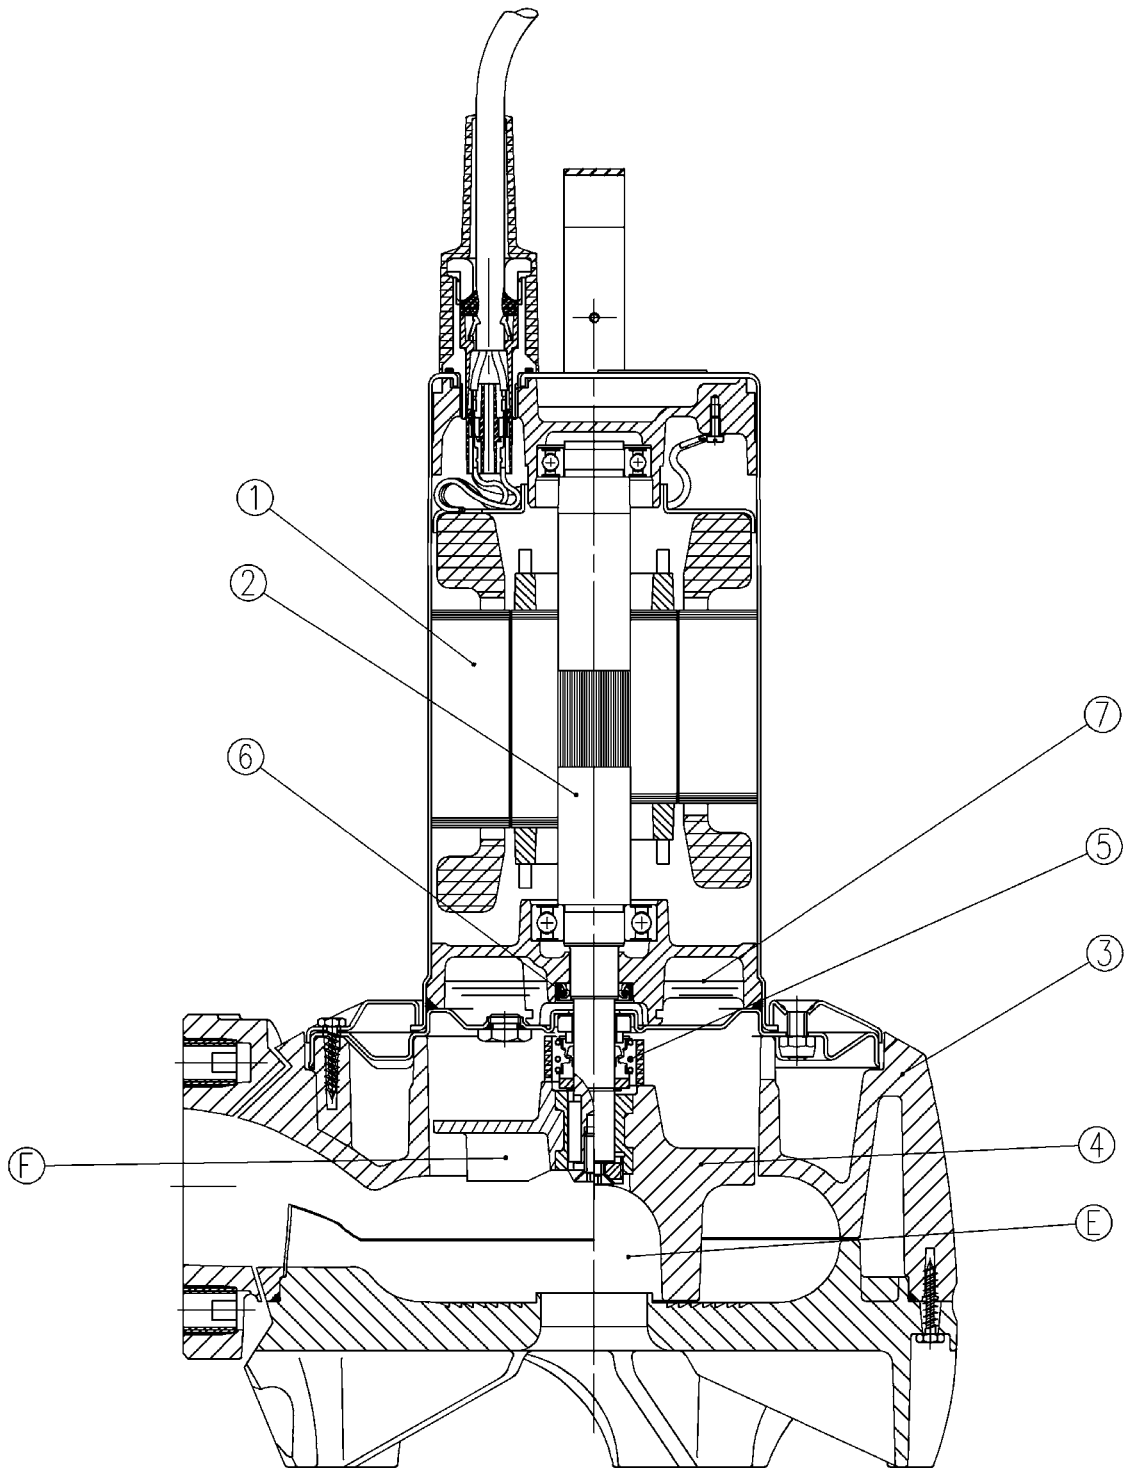
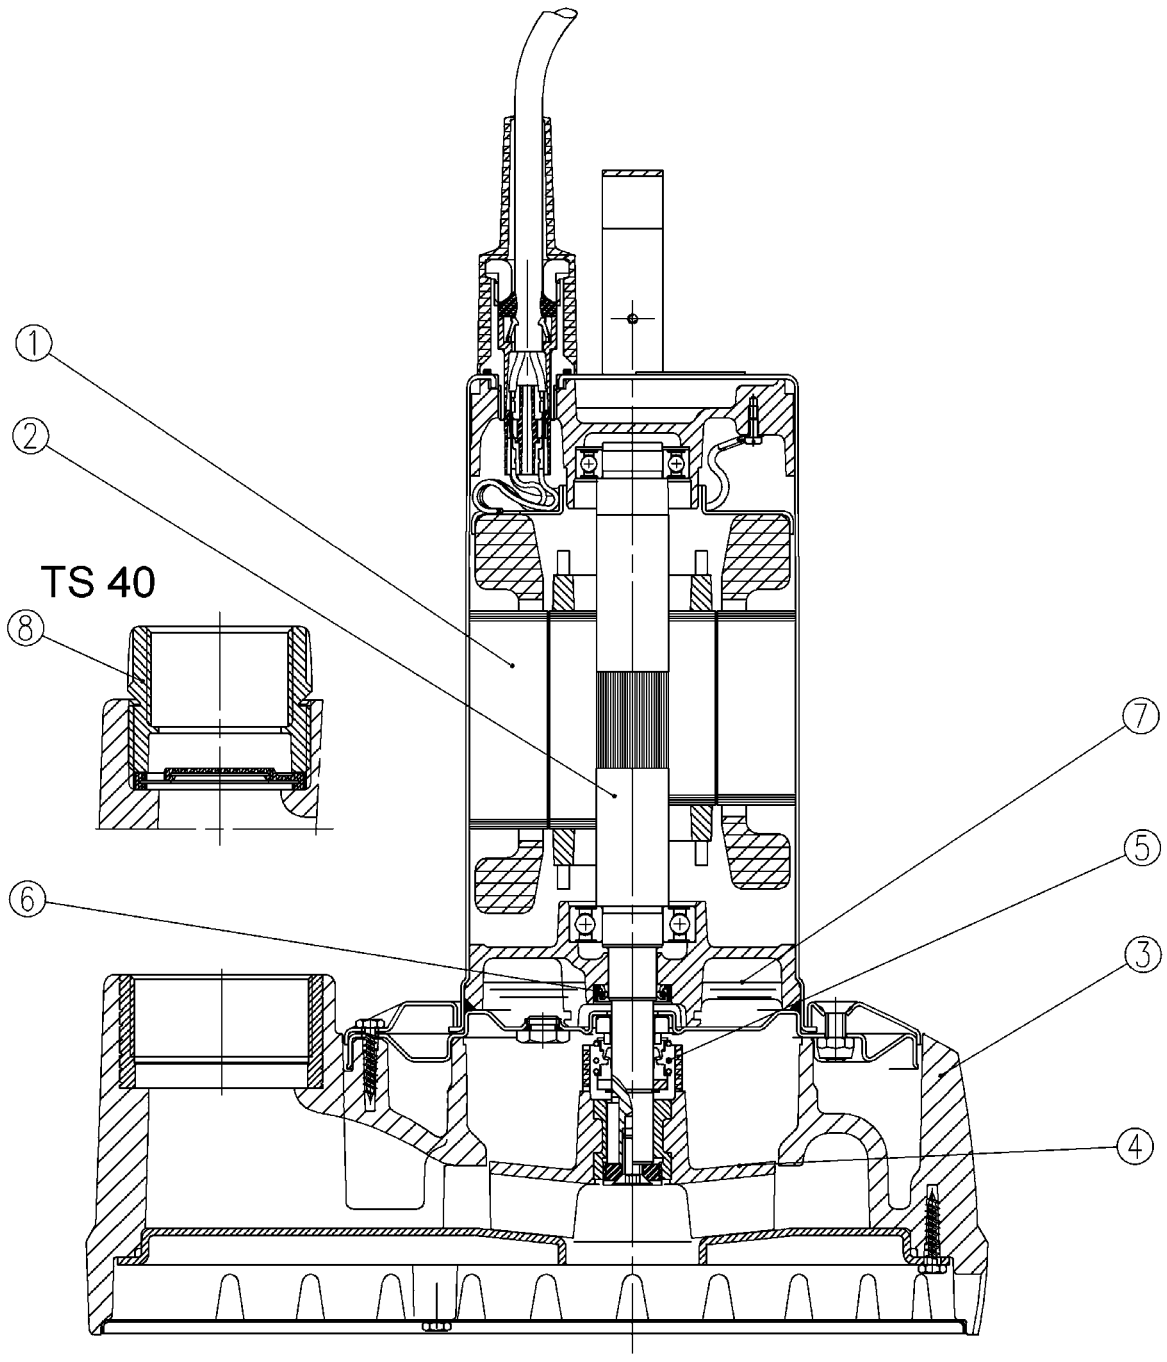

Fig. 1
Fig. 2
4.1 Описание насоса (TP: Рисунок 1, TS: Рисунок 2)
Погружной насос приводится в действие мотором, заключенным в герметичный кожух (поз. 1). Насос и мотор имеют общий вал (поз. 2). Корпус насоса (поз. 3) и рабочее колесо (рис. 4) изготовлены из синтетического материала. Подаваемая среда проникает снизу через всасывающее отверстие и выходит сбоку в насосах TP, и через вертикальный напорный штуцер в насосах TS. Насос TS 40 имеет встроенный обратный клапан (Рисунок 2, поз. 8).